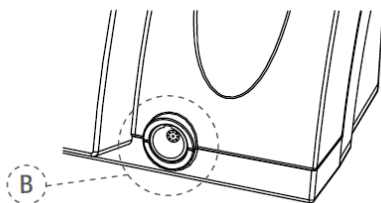

Рис. 3 Металеве гніздо
3. Помістити штекер мікродвигуна в металеве гніздо з 9 контактами (В - див. рис. 3) на передній панелі пристрою.